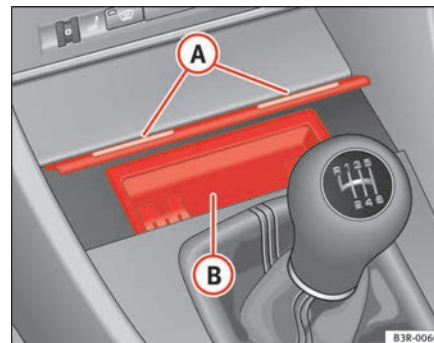

Fig. 125 Console centrale: posacenere aperto
- Premere la parte anteriore del posacenere (A) ⇒ fig. 125. ►
- Afferrare dai lati l'inserto del posacenere (8 ⇒ fig. 125) ed estrarlo tirandolo verso l'alto.